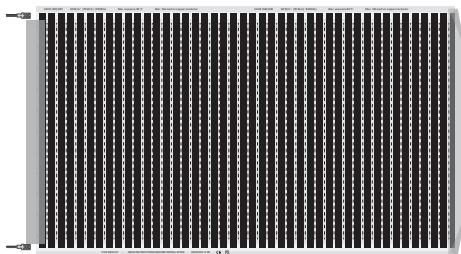

Fig. 6. Dekk endene med tape
8. Tetnings alle ender av varmefolien. I enden med tilkoblinger, påfør tape mellom kobberskinnene for å kunne sette inn terminalene senere. I motsatt ende, påfør tape over hele bredden. Tapen skal brettes rundt varmefolien. (fig.6)